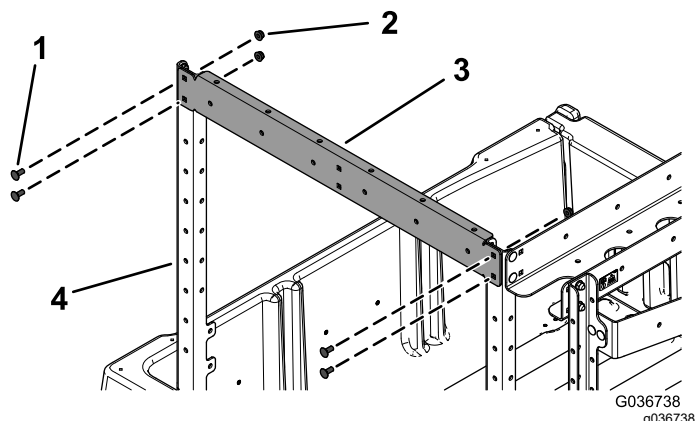

Bild 6
5. Befestigen Sie die vordere Stützhalterung (mit zwei Löchern an jeder Seite) mit vier Schlossschrauben (5/16" x 3/4") und vier Bundmuttern (5/16") an der Oberseite der zwei aufrechten Rahmenhalterungen vorne, wie in **Bild 6** abgebildet.